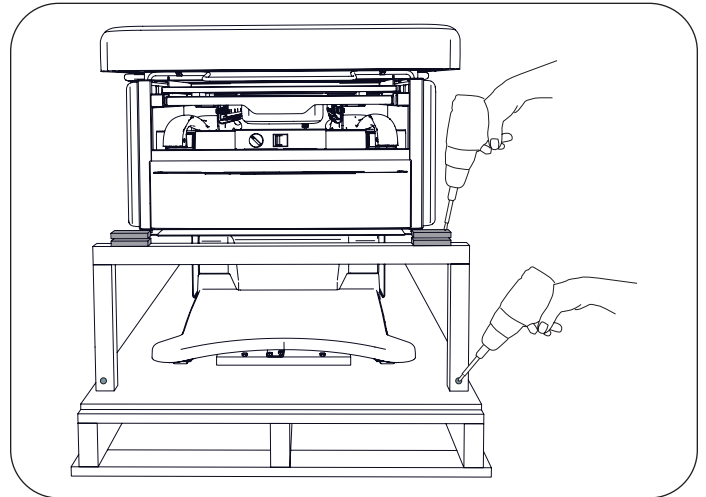

Figure 6. Retirer les vis des cales et de l'arceau de support
- Retirer les 2 vis de fixation des cales d'espacement de part et d'autre de l'arceau de support en bois, sous les coins avant de l'armoire (Figure 6). Retirer les 2 vis de fixation de l'arceau de support sur la palette (Figure 6).